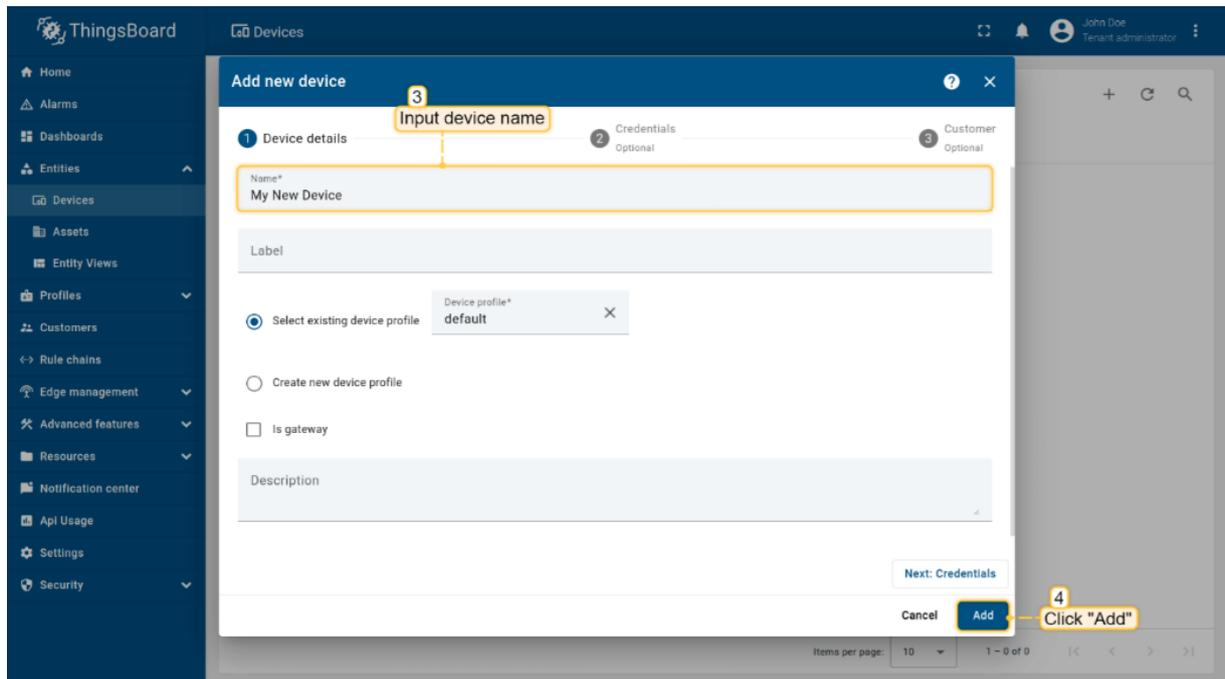

Рис. 5 Задание имени устройства
- Задайте имя устройства в форме: «устройство+ФИО». Никаких других изменений на данный момент не требуется. Нажмите «Добавить», Add, чтобы добавить устройство, рис.5;